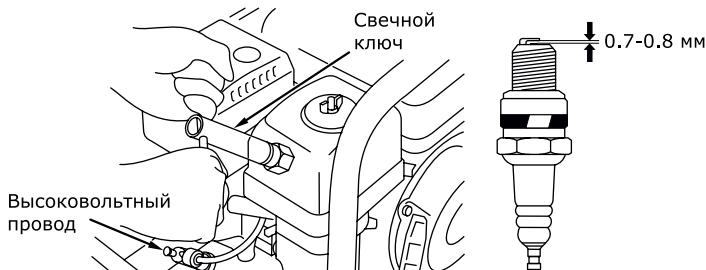

Рис. 18
- Выверните свечу шестигранным ключом (входит в комплект поставки) и осмотрите свечу (рис. 18). Юбка свечи (между керамической частью и металлической частью) должна иметь желтовато-коричневый цвет.
• Проверьте величину зазора между земляющим и центральным электродами, используя специальный щуп. При необходимости установите зазор 0,7 – 0,8 мм (рис. 18).